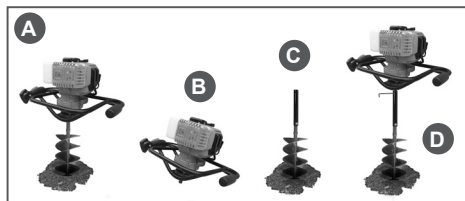

Рис. 4 Установка удлинителя
1. Пробурите скважину в земле глубиной 30-50 см (Рис. 4А). Остановите двигатель.